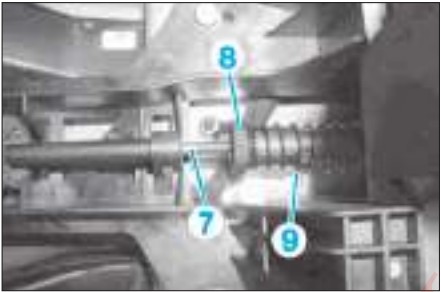

FIG. 10
- les connecteurs (4) et (5),
- le câble de commande du contacteur antivol (6).
- Débrancher le câble de sélection (7) (Fig.10) :
- pousser la douille de guidage (8) contre le ressort (9),
- tourner la douille (8) dans le sens horaire, de sorte qu'elle s'enclenche,
- amener le levier sélecteur de la position "D" à la position "R" en guidant le câble de sélection (7) hors des griffes de serrage.